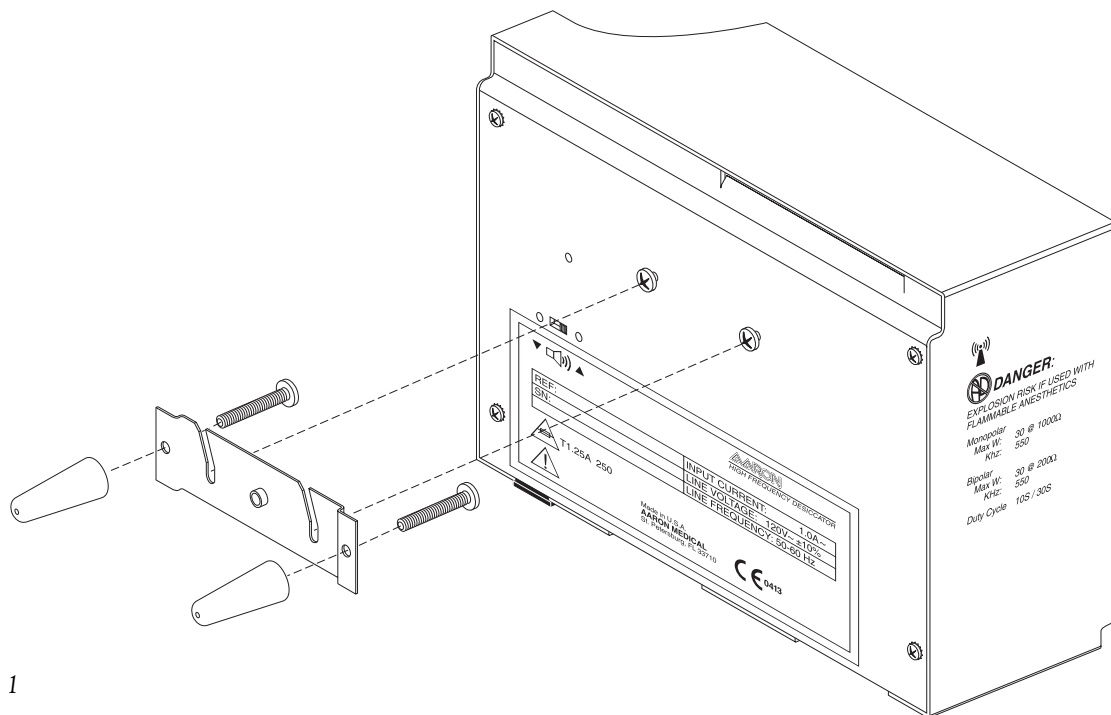

Figure 1
1. Monter le dessiccateur à haute fréquence Aaron sur un mur ou sur le support mobile en option à l'aide du nécessaire de montage standard (voir figure 1). Ne pas faire fonctionner l'appareil en position horizontale pour éviter un épanchement de liquides dans l'appareil.